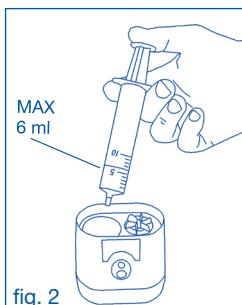

fig. 2
2. Introducir la dosis de medicamento (máx. 6 ml) en su cubeta (si se emplea la jeringa, quitar la aguja) (fig. 2); se aconseja diluir el medicamento con solución fisiológica por lo menos hasta 4 ml, para optimizar la nebulización.